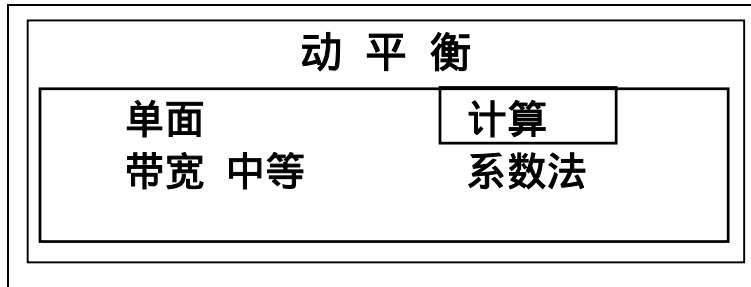

图4-38
(1) 进入动平衡菜单 (图4-6)，将<测量>切换到<计算>，如图4-38所示。